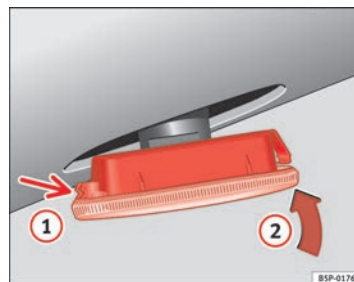

Abb. 147 Seitliche Blinker
- Den Blinker durch Einrasten der Halterungen ① ⇒ Seite 230, Abb. 147 zuerst in die Aufnahme in der Karosserie und anschließend den Blinker in Richtung von Pfeil ② ⇒ Seite 230, Abb. 147 einsetzen. ■